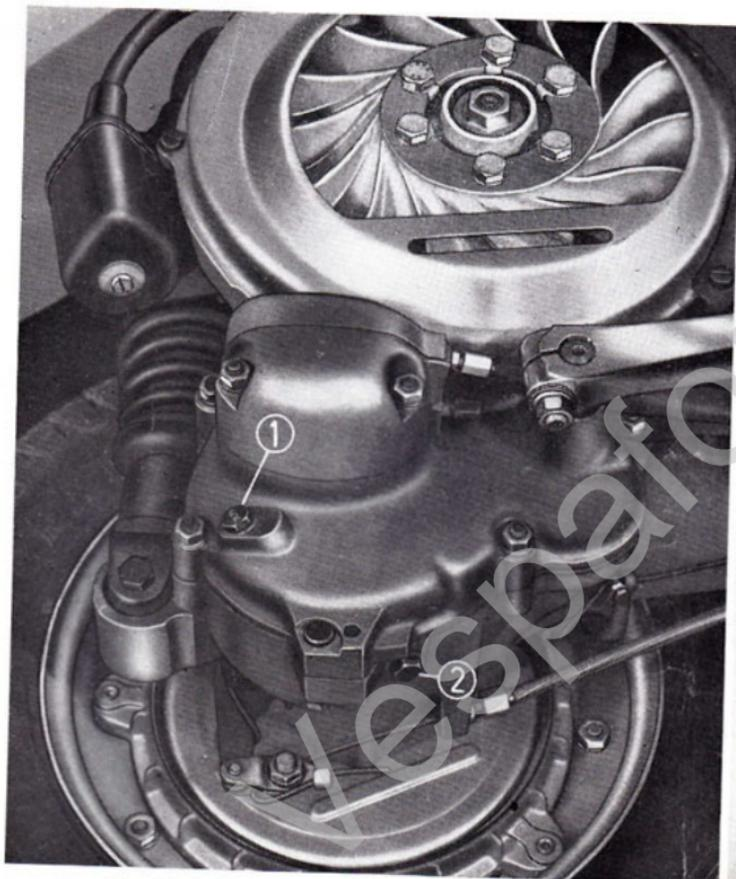

Fig. 16 - Fori di carico (1) e di scarico olio dal motore (2).
PRIMA DI METTERE IN SERVIZIO IL VEICOLO:	— Svitare dalla scatola del cambio il tappo portante la dicitura «OLIO» (fig. 16) e verificare che il livello, a moto diritta, sfiori il foro.
- 1) - Verificare il livello dell'olio nella scatola del cambio (ved. fig. 16).